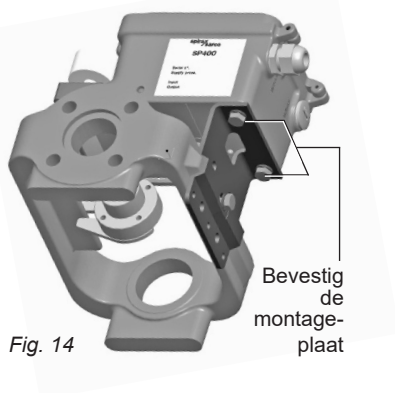

Fig. 14
7.2 3-wegregelkleppen (met koersinstelling (TRAVL) 0 - 100%, zie Fig. 14 en 15)